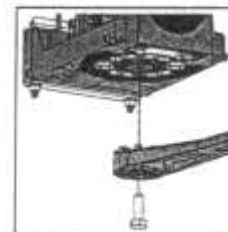

Рис. 9
- Закрепите привод на кронштейне при помощи двух болтов М8Х100 и гаек с шайбами из комплекта рис. 9;
- Закрепите прямой рычаг на приводе при помощи винта из комплекта рис. 9;